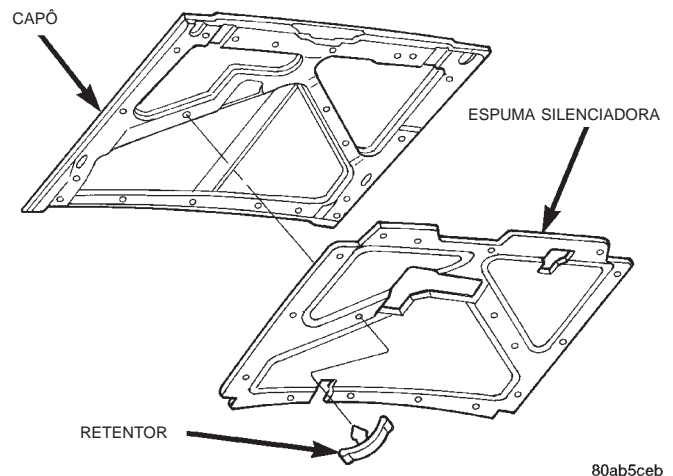

Fig. 9 Espuma Silenciadora do Capô
- (1) Abra o capô e calce-o.
- (2) Remova o cotovelo da trava de liberação do capô.
- (3) Remova os grampos que prendem a haste de conexão da trava ao painel interno do capô.
- (4) Remova os retentores que prendem a espuma silenciadora ao painel interno do capô (Fig. 9).
- (5) Separe a espuma silenciadora do capô.